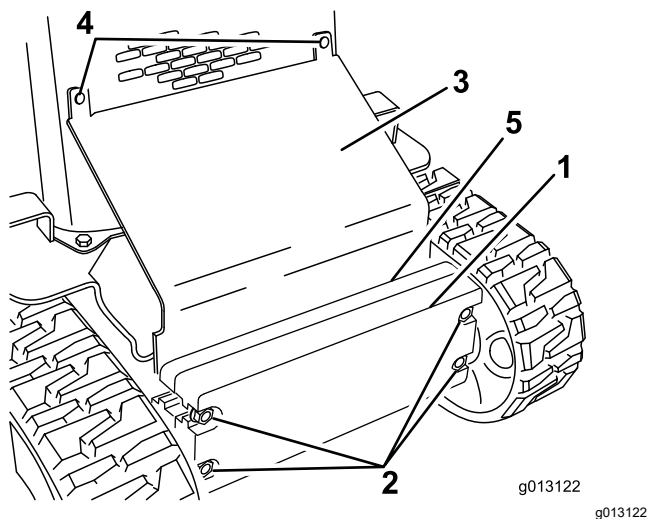

図 27
2. ウェイトを固定しているボルトをゆるめる 図 27。
3. スローププレートを固定しているキャリッジボルトとナットを外す 図 27。
10. スローププレートをフレームとウェイトの間に入れ、先ほど外したキャリッジボルトとナットで前部スクリーンのグリルに固定する 図 27。
11. 前部ウェイトを固定しているボルトを締め付ける 図 27。